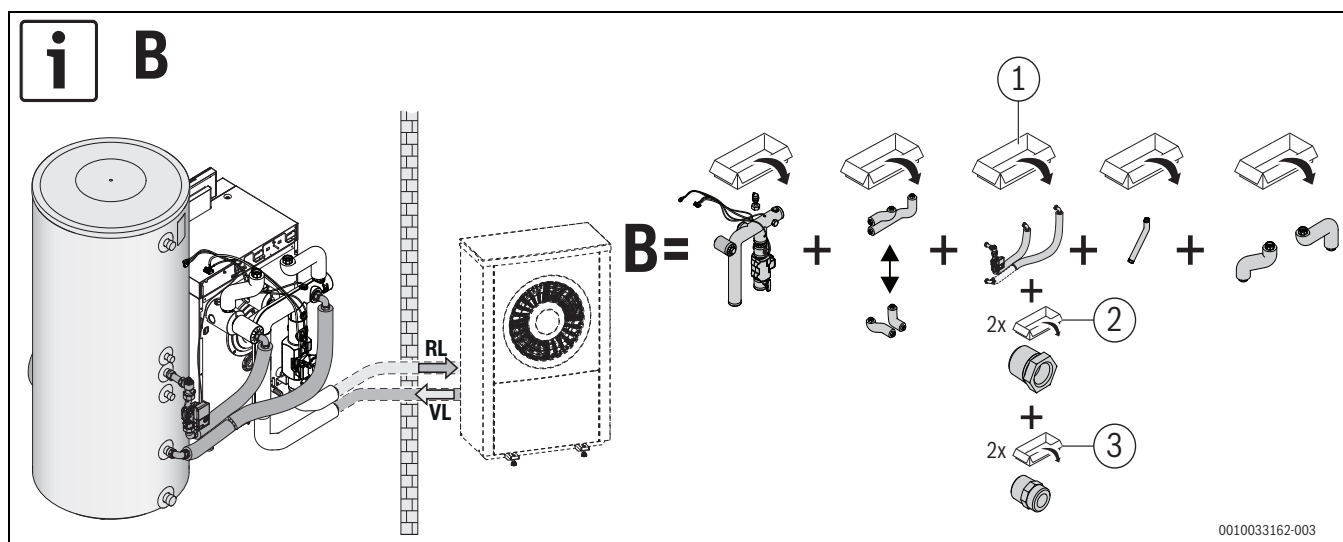
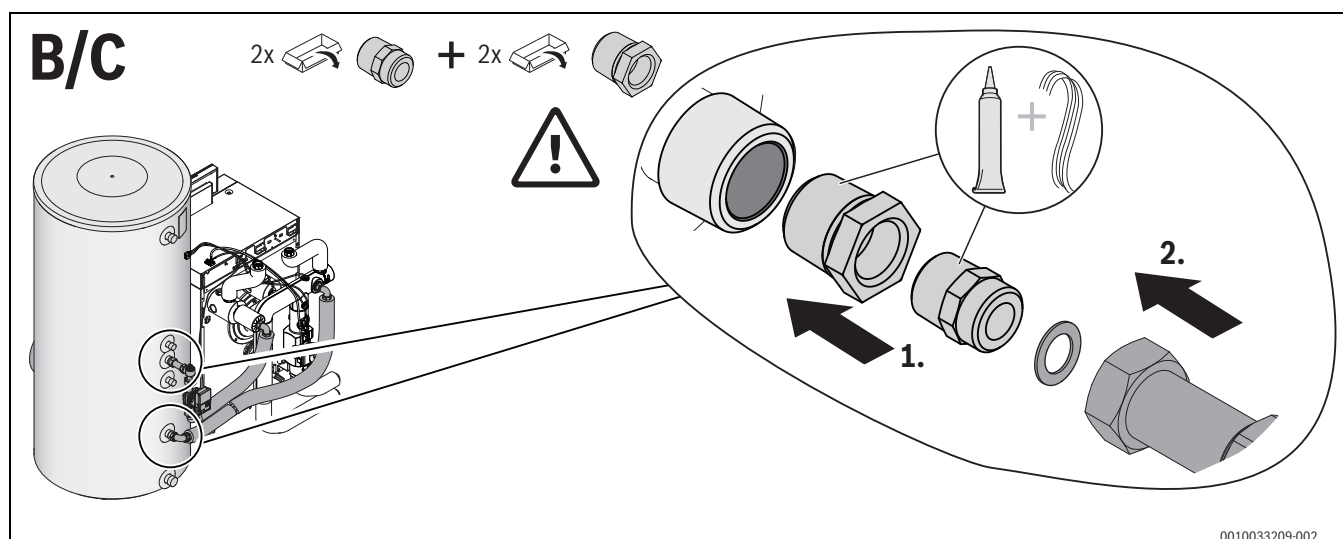

Fig. 13 Connexion ballon ballon vertical à droite, variante B, exemple d'illustration pour taille de chaudière 15 kW
Fig. 15 Montage connexion ballon ballon vertical, variantes B et C
- Monter l'assemblage de la tuyauterie conformément à la variante prévue (→ fig. 13 – fig. 15) (→ respecter la notice d'installation à part du set de connexion ballon) ; **variantes B, C.**